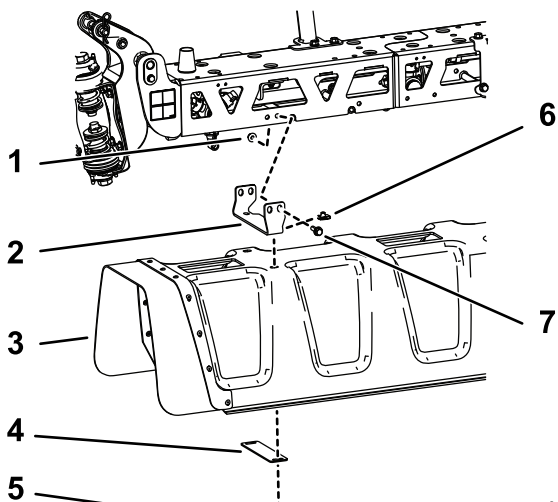

图8
- 如 图8 所示, 用 8 个 U 形螺母、4 个垫片和 8 个六角头螺栓 (5/16 x 1-1/4 英寸) 将中央护罩安装到支架上。
- 如 图8 所示，用 4 个六角头螺栓 (3/8 x 1-1/4 英寸) 和 4 个凸缘螺母 (3/8 英寸) 将 4 个中央喷洒臂支架及喷洒臂安装板逐个安装到中央喷洒臂上。